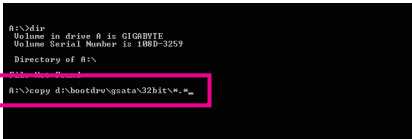

Figure 2
- Pour le GIGABYTE SATA2, entrez (Figure 2): (Remarque 2)